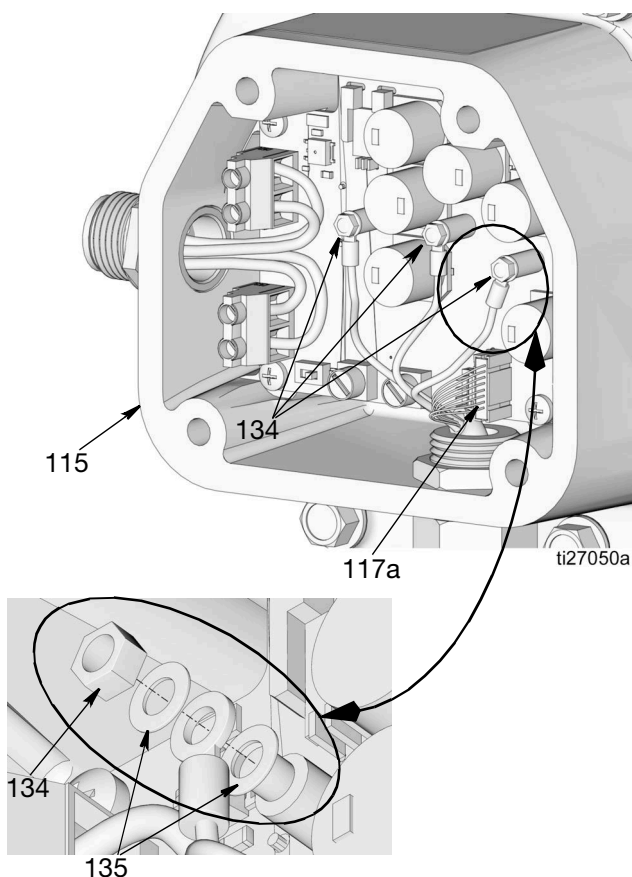

Рис. 56
6. Открутите гайки (134), как показано на Рис. 56. Извлеките шайбы (135) и отсоедините провода электродвигателя от зажимных клемм. Сохраните эти детали для использования при обратной сборке.
7. Отсоедините кабель датчика (117а) от платы управления электродвигателем (Рис. 56).